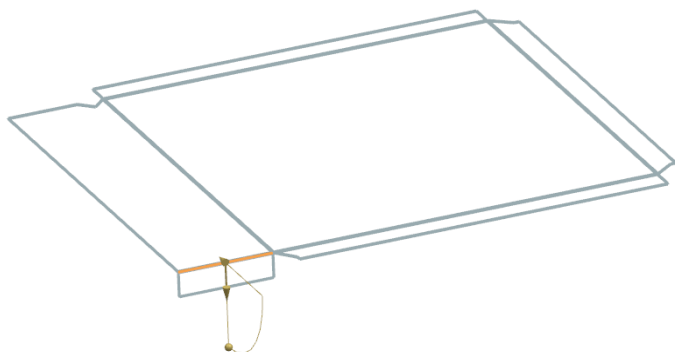

图 11-96 选择弯边
(2) 设置“宽度选项”为 完整，“长度”为 20，“角度”为 90，参考长度为“外部”，“内嵌”为“材料外侧”，在“折弯止裂口”和“拐角止裂口”下拉列表框中选择“无”。
(3) 选择弯边, 同时在视图区预览显示所创建的弯边, 如图 11-96 所示。